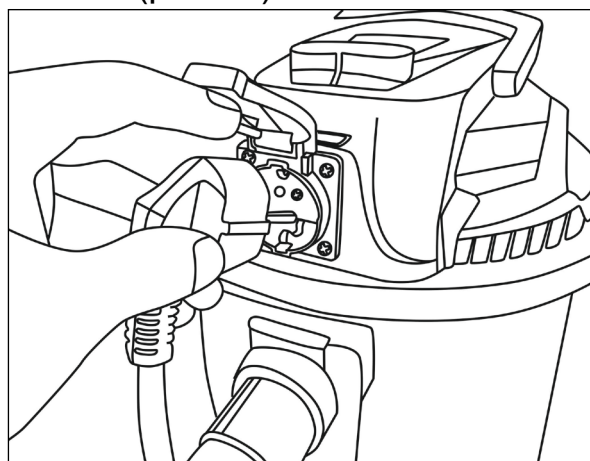

Рис.13 Розетка для подключения электроинструмента
- Положение «II» – выключатель нажат вправо, пылесос включен двигатель не работает. Начиная работать сразу при пуске электроинструмента, который подключен к розетке на крышке пылесоса (рис.13), и отключается через несколько секунд после остановки электроинструмента.